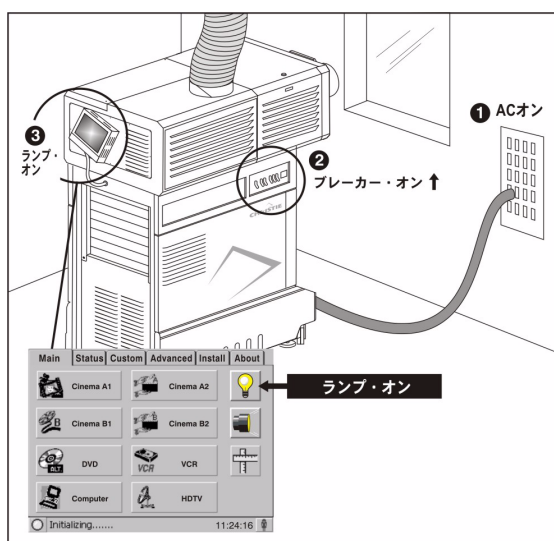

図 3-1 電源投入の手順
2. 操作者側のペDESTALから、すべての CP2000 ブレーカーを ON に設定します。これには、AC (3 相)、プロジェクションヘッド部 (2 相) そして内部出力 (单相) が含まれます。主 AC 照明は AC が存在する場合には緑色に点灯し、ファンや電源が開始し TPC が初期化し始めます (図 3-1 電源投入の手順)。